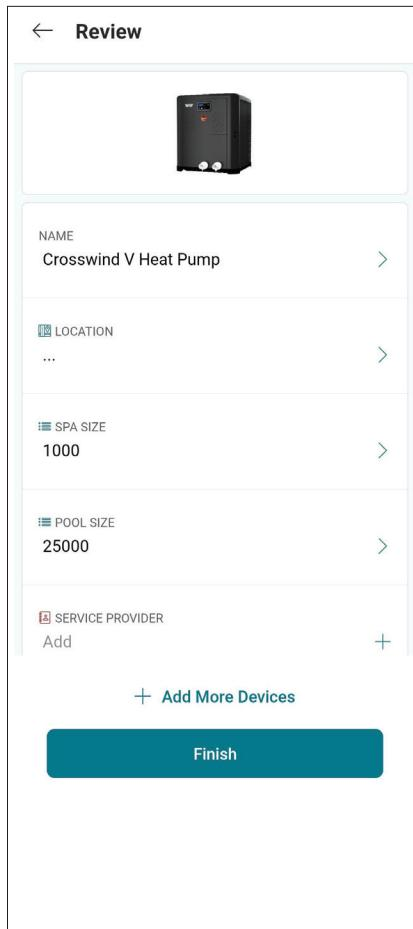

Figure 89. Vérification de la configuration de l'appareil
3. Pendant la configuration de l'appareil, des informations de base relatives à l'appareil seront demandées, notamment le responsable de l'entretien/du dépannage, l'emplacement d'installation, la taille de la piscine ou/et du spa. Voir **Figure 89.**